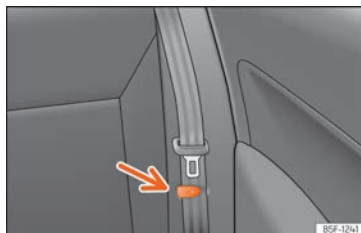

Fig. 118 Asiento trasero: pinza para sujetar el cinturón de seguridad.
- Coloque los cinturones de seguridad laterales en la pinza del revestimiento »» **fig. 118**.